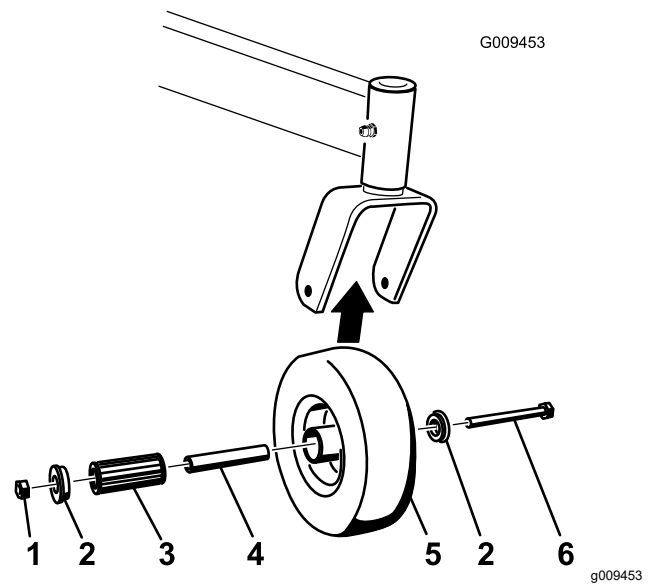

Figure 57
1. Enlevez le contre-écrou et le boulon de fixation de la roue pivotante à la chape (Figure 57).
2. Enlevez une bague, puis sortez la douille pour clé et le roulement à rouleaux du moyeu de roue (Figure 57).
3. Enlevez l'autre bague du moyeu, puis nettoyez la graisse et les saletés éventuellement présentes dans le moyeu (Figure 57).
Remarque: Remplacez les pièces endommagées ou usées (Figure 57).
5. Placez une bague dans le moyeu de roue (Figure 57).
6. Lubrifiez le roulement à rouleaux et la douille pour clé, et insérez-les dans le moyeu (Figure 57).
7. Mettez la deuxième bague dans le moyeu (Figure 57).
8. Montez la roue pivotante dans la fourche à l'aide du boulon et du contre-écrou (Figure 57).
9. Serrez le contre-écrou jusqu'à ce que la base de la douille pour clé soit en appui contre l'intérieur de la fourche (Figure 57).